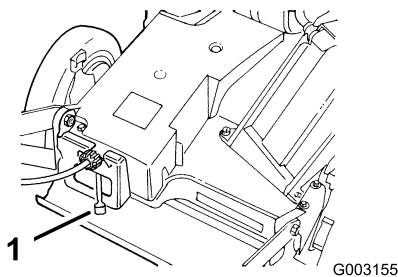

Figure 14
4. Placez le levier de changement de vitesses en position point mort (N) (Figure 14).
La tondeuse dispose de 3 vitesses de déplacement : 1 pour basse vitesse, 2 pour vitesse moyenne et 3 pour haute vitesse. La commande de vitesse de déplacement se trouve derrière le couvercle de courroie (Figure 14).